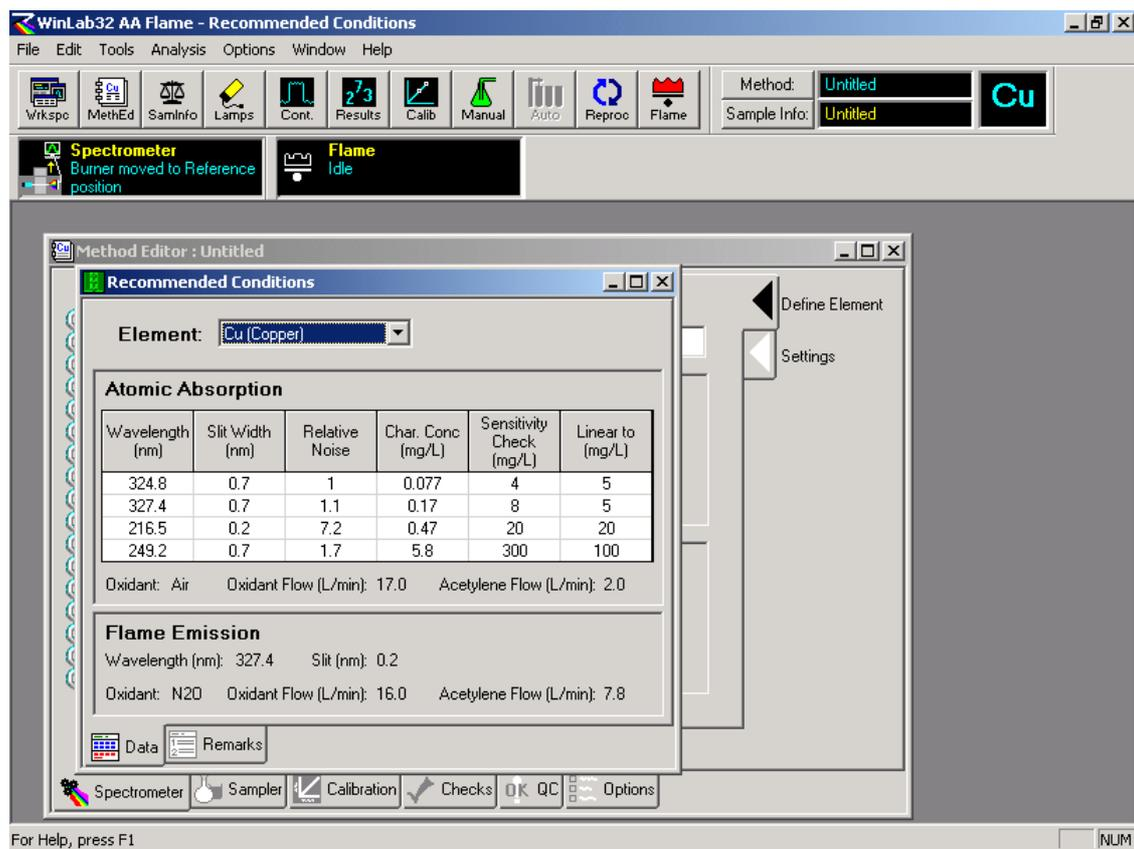

图 7. 元素推荐条件
1.2.4 根据样品浓度及样品基体的组成复杂程度选择或设定波长,狭缝,信号测定类型,在进行火焰法原子吸收光谱测定时,测量方式总是”时间平均”. 如果需要了解仪器的详细性能及测定时要注意的事项,可用鼠标器点击“Tools”菜单中的“Recommended conditions”命令,此时屏幕上将会出现画面如图 7: